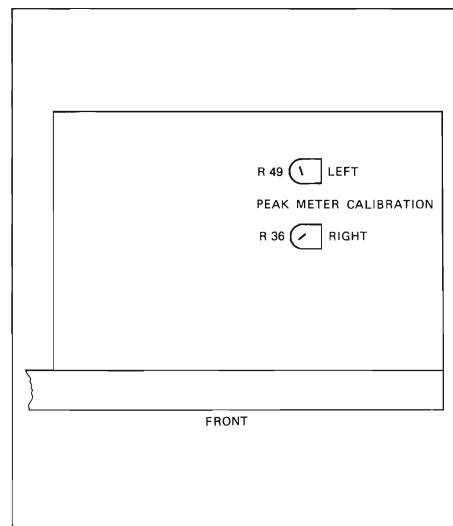

Fig. 5.2
- Trimmpotentiometer PEAK METER CALIBRATION (Fig. 5.2) für beide Kanäle so einstellen, dass die beiden Segmente links der Dolby-Marke (0 dB) gerade noch aufleuchten.
- Adjust trimmer potentiometer PEAK METER CALIBRATION (Fig. 5.2) of both channels in such a manner that the two segments to the left of the Dolby marker (0 dB) just light up.